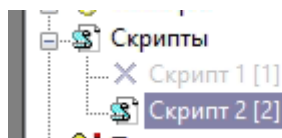

Рисунок 20 – Создание объекта «Скрипт»
4. Во вкладке «**Программирование**» создать объект «**Скрипт**» (Рисунок 20):